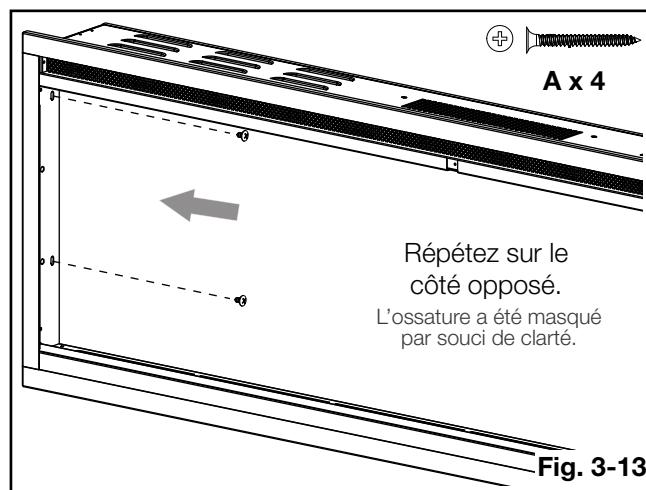

Fig. 3-13
- E. Fixez deux vis (fournies) au collobage à travers les deux trous écumoire de chaque côté de l'appareil (**Fig. 3-13**).